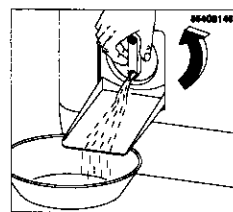

fig.7
- Placez dessous un récipient de faible hauteur à bord droit. Pour compléter la vidange, tournez le bouchon du filtre de vidange afin que celui-ci se retrouve à la verticale et puisse libérer l'eau résiduelle (fig.7).